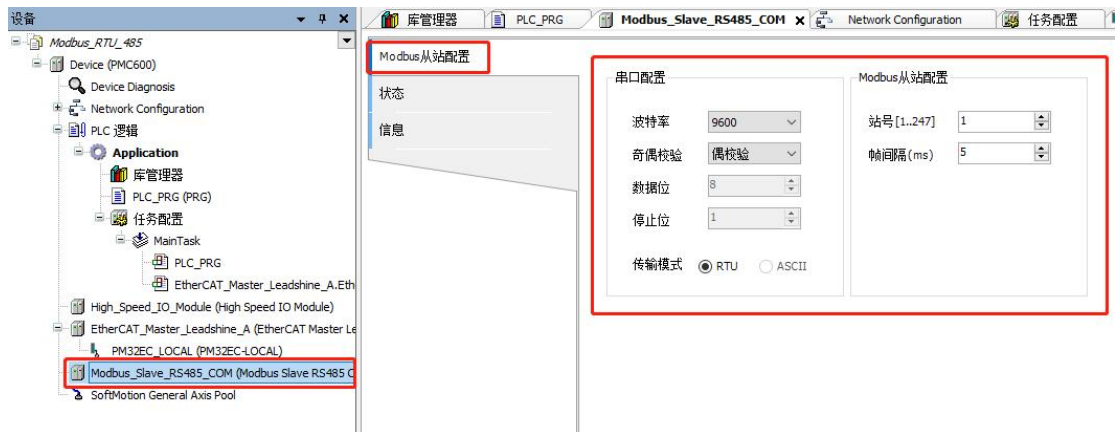

图 12.29 Modbus 从站配置
② PMC600 PLC 从站通讯配置，如图 12.29 所示。